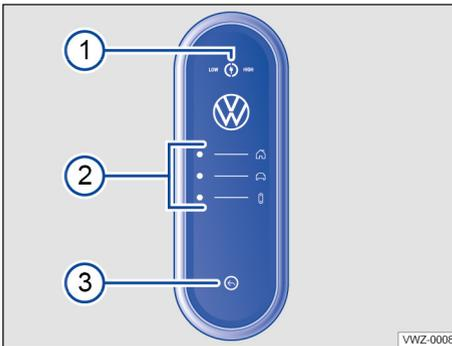

Abb. 7 Bedieneinheit
- Mögliche Fehler werden über die Kontrollleuchten ① bis ③ → *Abb. 7* durch verschiedene Farben, Leuchten und Blinken angezeigt → Seite 14, *Zustandsanzeigen und Fehlermeldungen der Bedieneinheit.*
Nach erfolgreicher Einstellung der Ladestrombegrenzung blinken die Kontrollleuchten ② → *Abb. 7* einmal grün.